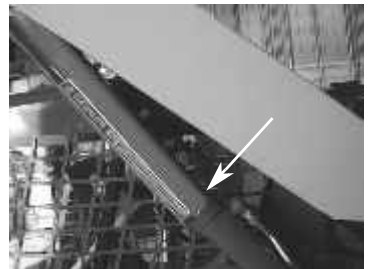

Figura 4 Dispositivo di supporto del braccio di sollevamento inserito
3. Chiedere ad un assistente di rimuovere il dispositivo di supporto del braccio di sollevamento dalla sua posizione di riposo (Figura 4) sul lato sinistro della macchina. Togliere la coppiglia che tiene fermo il dispositivo di supporto contro il braccio di sollevamento. Far calare il dispositivo di supporto a contatto con il cilindro di sollevamento (Figura 4).